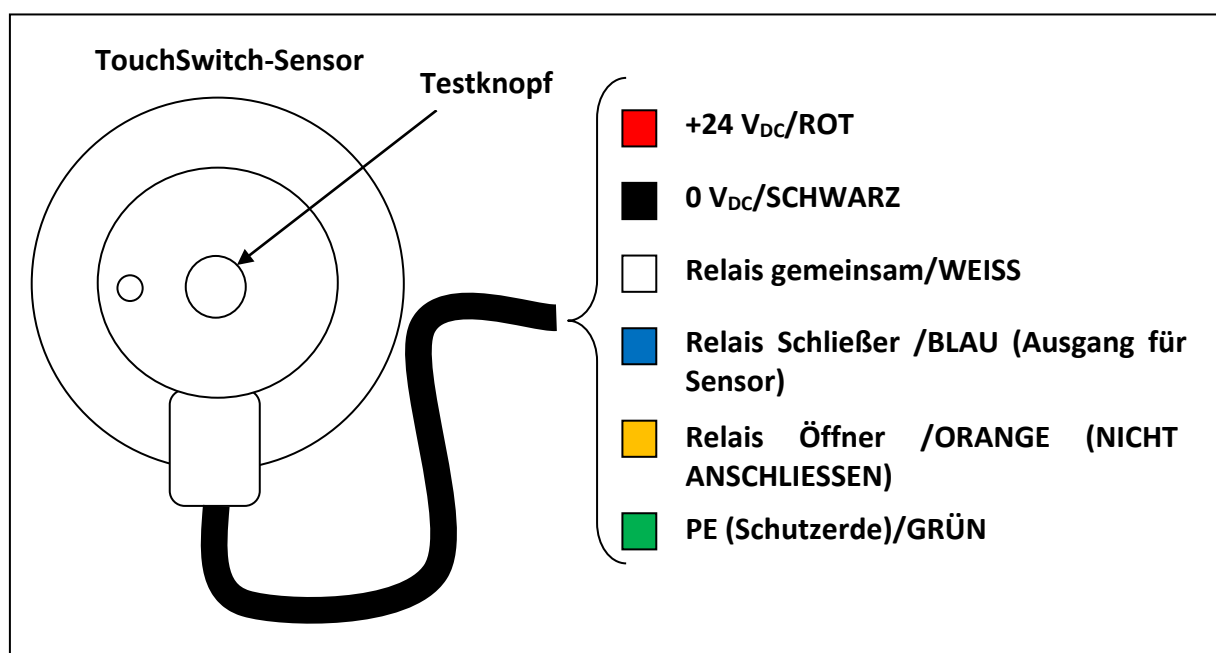

Abbildung 7 – TouchSwitch™ Elektroanschluss
- 2) Drehen Sie den Testknopf langsam (siehe Abbildung 7) mit der Hand im Uhrzeigersinn, bis die Status-LED ausgeht.